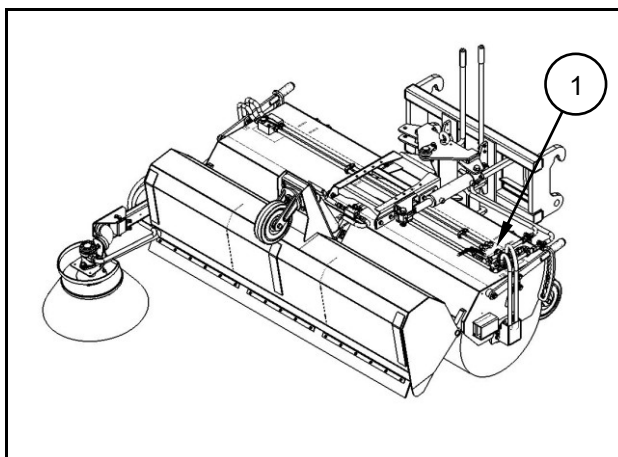

Fig. 6.1
- Spærreventilen (1) til tømningsscynderen (fig. 6.1) skal lukkes (skal være angivet ved den bagerste styrerulle).